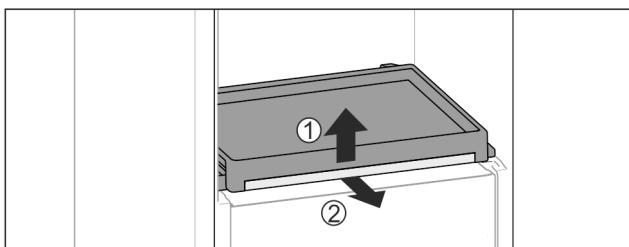

Fig. 31
- Vyjměte vysouvací přihrádku se skleněnou deskou: Skleněnou desku vpředulehce nadzvedněte Fig. 31 (1) a vytáhněte dopředu Fig. 31 (2).